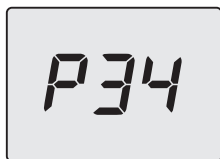

Figura 9.5
- Premere per 1 sec. il tasto 18 (Figura 5.55) per entrare nel parametro selezionato. Il display visualizzerà quanto segue (Figura 9.5).